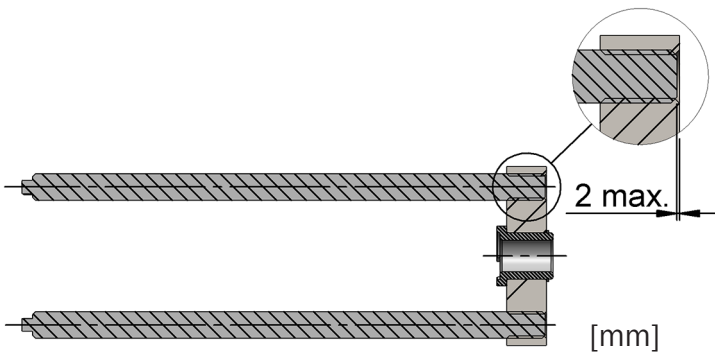
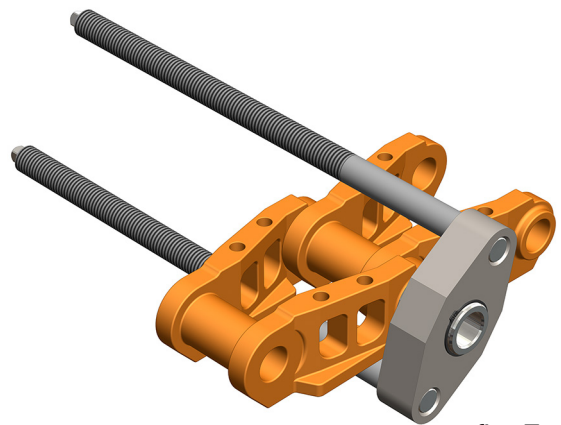

fig. 6
fig. 7
- Skruva fast dragstänger i mothållsocket. Dragstängerna måste vara tillräckligt långt inskruvade i mothållsocket, se fig. 6. Placera mothållsocket mot bandkedjan enligt fig. 7. Viktigt! Centreringshylsan måste vara centrerad över bandkedjans ändbult.
2. Screw the pulling rods into the counterhold yoke. Make sure the rods are fully screwed in, see fig. 6. Place the counterhold yoke against the track chain as shown in fig. 7. It is important that the centering sleeve is centered over the end bolt.